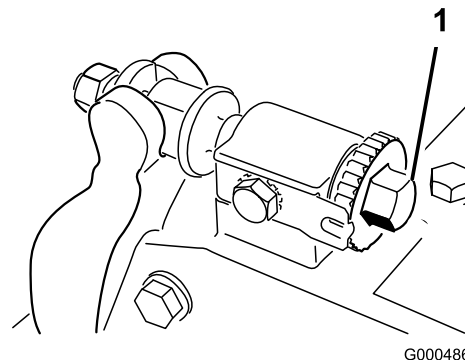
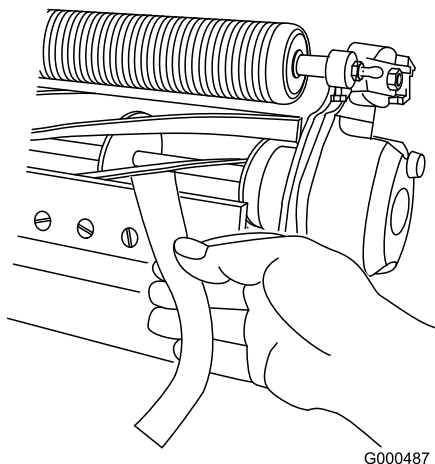

Figura 50
Figura 51
2. Não deixe que haja contacto com o cilindro, rodando os parafusos de ajuste da barra de apoio no sentido contrário ao dos ponteiros do relógio (Figura 50).
4. Numa das extremidades do cilindro, introduza uma longa tira de jornal entre o cilindro e a lâmina de corte (Figura 51). Enquanto roda ligeiramente o cilindro para a frente, rode o parafuso de ajuste da barra de apoio no sentido dos ponteiros do relógio (na mesma extremidade do cilindro) (Figura 50), uma posição de cada vez, até que o papel esteja ligeiramente apertado, quando inserido pela parte dianteira, paralela à lâmina de corte. Quando puxar o papel, sentirá uma ligeira pressão.
6. Depois de ajustar, verifique se o cilindro aperta o papel quando este for inserido pela frente e se corta o papel quando este for inserido num ângulo recto, relativamente à lâmina de corte (Figura 51). Deve ser possível cortar o papel ao mínimo contacto com a lâmina de corte e as lâminas do cilindro. Se notar uma pressão excessiva sobre o cilindro, pode ser necessário voltar a polir a unidade de corte para obter pontas afiadas, imprescindíveis para um corte de precisão (consulte o manual de afinação de cilindros da Toro).